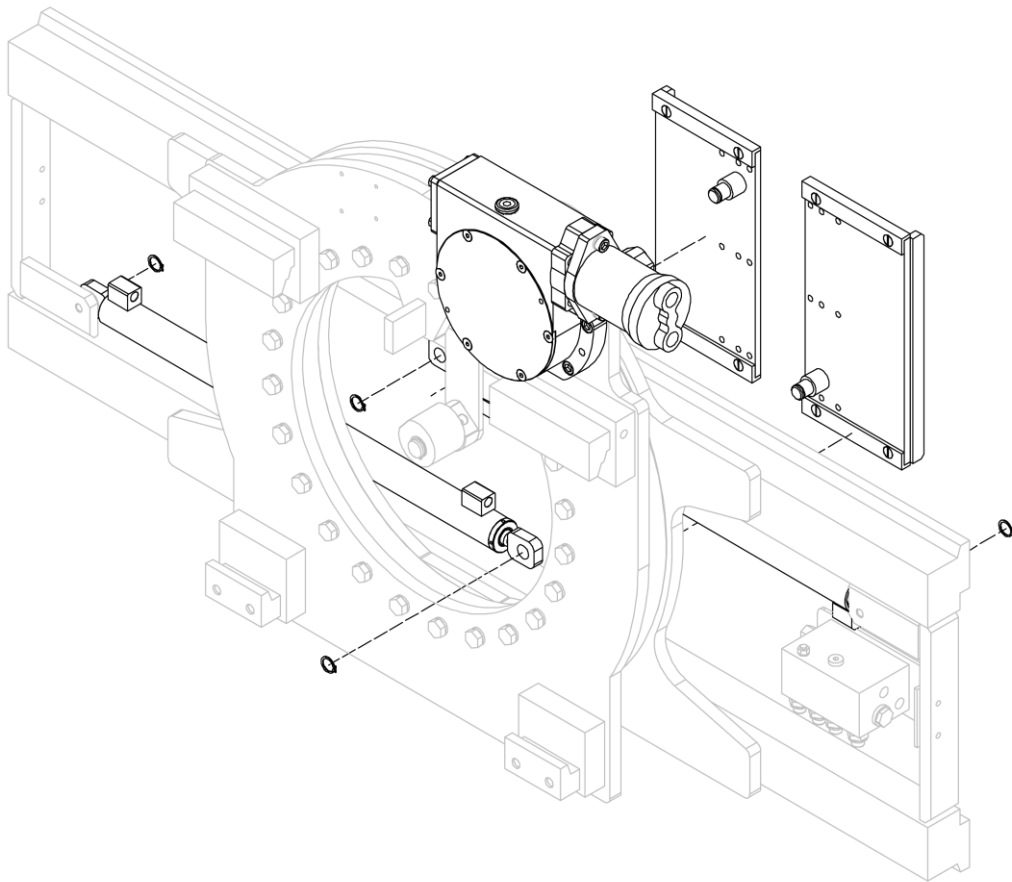

Figura 33
3. Rimuovere dall'attrezzatura i piattelli delle forche, dopo aver rimosso i relativi anelli elastici che li vincolano ai cilindri (vedi *Figura 33*).
4. Rimuovere i cilindri, dopo aver rimosso i relativi anelli elastici che li vincolano alla struttura dell'attrezzatura (vedi *Figura 33*).